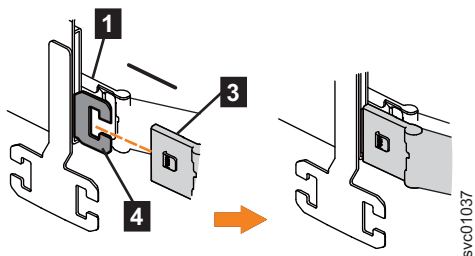

図 65. サポート・レールの内部メンバーへの上部 CMA の内部コネクターの取り付け
3. 82 ページの図 65 に示すように、上部 CMA アセンブリーの内部コネクター (**3**) を、左サポート・レールの内部メンバー (**4**) に取り付けます。